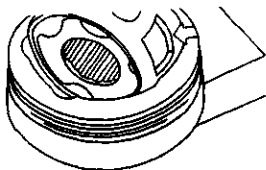

图 3-168 拆下球笼
3) 用力转动钢球笼直至两个方孔(如图 3-168 箭头所示)与外星轮对直连同外星轮一起拆下球笼。